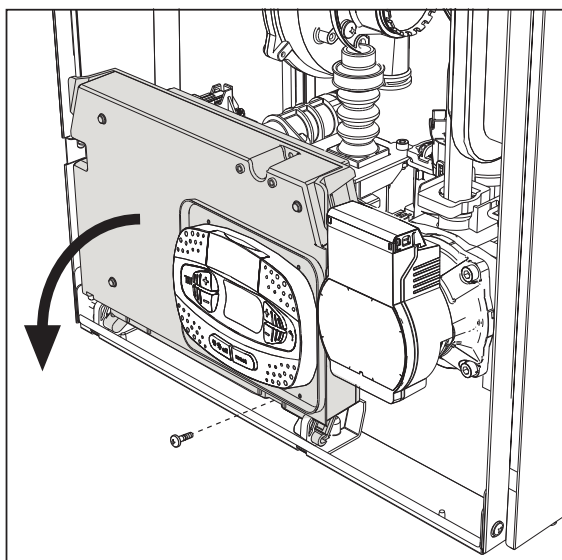
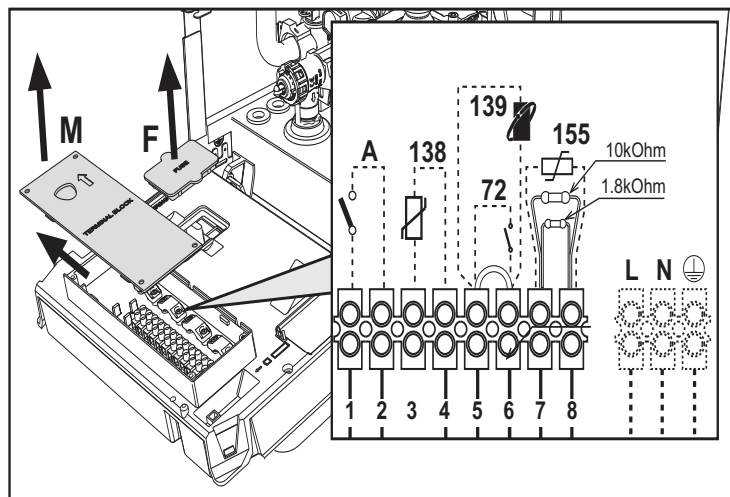

fig. 20
fig. 21
Dopo aver tolto il pannello frontale (*** 'Apertura del pannello frontale' on page 33 ***) è possibile accedere alla morsetteria (M) e al fusibile (F) seguendo le indicazioni descritte di seguito (fig. 20 e fig. 21). **I morsetti indicati nella fig. 21 devono essere a contatti puliti (non 230V).** La disposizione dei morsetti per i diversi allacciamenti è riportata anche nello schema elettrico alla fig. 58.
Configurazione Interruttore ON/OFF (A fig. 21)